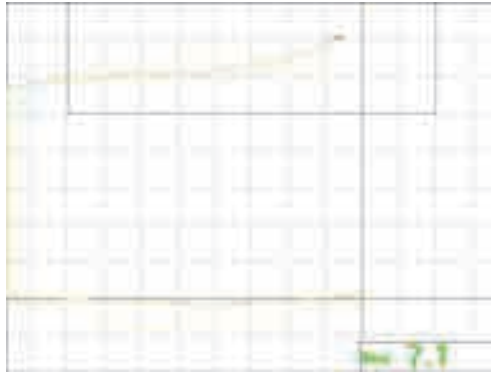

Рис. 5-27 Отображение сигнала в полноэкранном режиме
8. Нажмите клавишу FREEZE (❄), чтобы разморозить экран, затем нажмите клавишу FULL NEXT (➡) для переключения на полноэкранный режим (см. Рис. 5-27 на стр. 146).